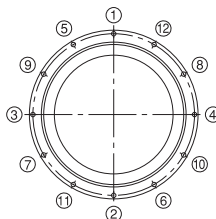

Abb. 1 Befestigungsreihenfolge
- (1) Montieren Sie den Befestigungsflansch am ungeteilten Ring (Innenring der Typen RB/RA, Außenring des Typs RE). Montieren Sie beim Typ RU und RAU den Befestigungsflansch an der Seite der Rotationsachse.
- (2) Setzen Sie den Befestigungsflansch auf das Lager auf. Bewegen Sie den Flansch leicht hin und her bis die Bohrungen für die Schrauben übereinstimmen. Bewegen Sie auch beim Typ RU den Flansch leicht hin und her bis die Bohrungen für die Schrauben übereinstimmen.
- (3) Stecken Sie die Befestigungsschrauben in die Bohrungen. Drehen Sie die Schrauben von Hand ein, und achten Sie dabei darauf, dass die Bohrungen korrekt übereinanderliegen und die Schrauben nicht verkanten.
- (4) Ziehen Sie die Schrauben in drei bis vier Schritten von leicht bis vollständig an. Gehen Sie dabei wie in Abb. 1 gezeigt in einem Diamantmuster vor. Beim Anziehen von geteilten Innen- oder Außenringen lässt sich ein Versatz zwischen Ring und Gehäuse durch leichtes Hin- und Herbewegen (um ca. 90°) des einteiligen Außen- oder Innenrings korrigieren.